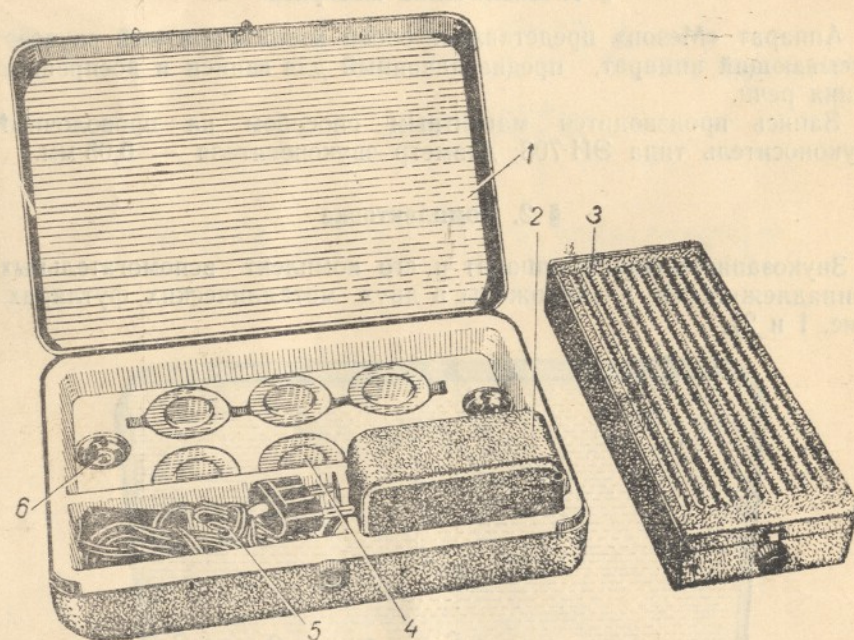

Рис. 2. Комплект вспомогательных принадлежностей к аппарату.
- В комплект вспомогательных принадлежностей к аппарату (рис. 2) входят: